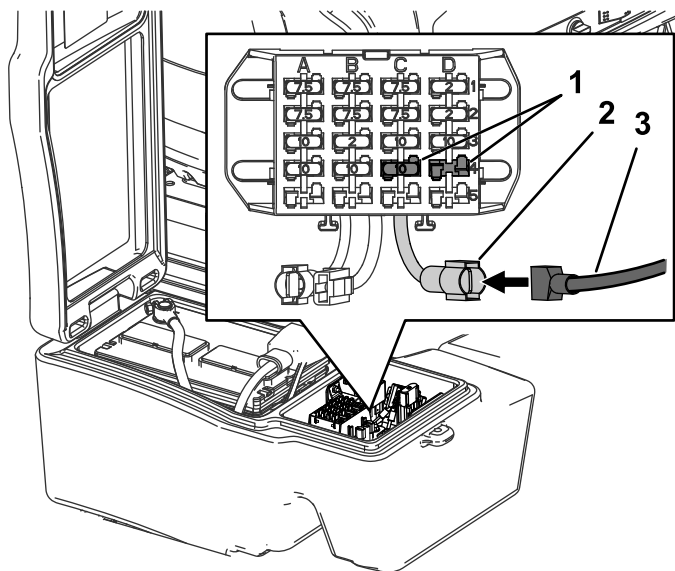

Figura 24
4. Collegate il morsetto del cablaggio preassemblato al filo dell'alimentazione ausiliaria, lasciando il portafusibili come illustrato nella Figura 24.